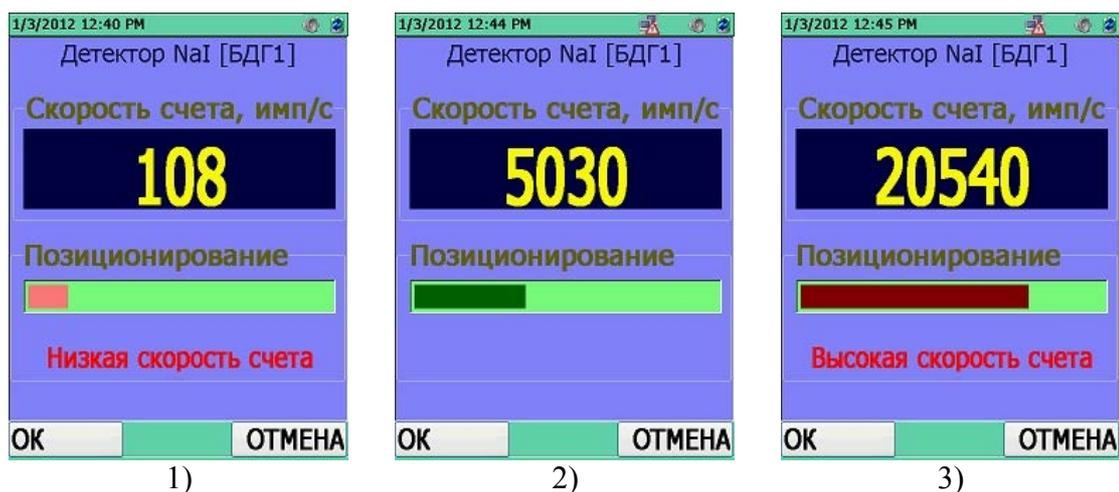

Рисунок 6.7
Над областью индикации измеренного значения скорости счета расположена аналоговая шкала, на которой отображается относительное значение измеренной скорости счета, рисунок 6.7.
Шкала розового цвета, рисунок 6.7 (1), свидетельствует о том, что средняя скорость счета гамма-канала недостаточна "Низкая скорость счета", (ниже 200 имп/с). При низкой загрузке гамма-канала спектр будет недостаточно достоверный.
Шкала зеленого цвета, рисунок 6.7 (2), свидетельствует о том, что средняя скорость счета гамма-канала соответствует оптимальной загрузке (от 200 до 20000 имп/с).
Шкала красного цвета, рисунок 6.7 (3), свидетельствует о том, что средняя скорость счета гамма- канала слишком высока "Высокая скорость счета" (выше 20000 имп/с). При высокой загрузке гамма- канала спектр будет искаженный.